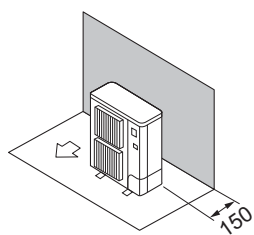

Fig. 3-5
- ① Obstáculos apenas na parte de trás (Fig. 3-5)